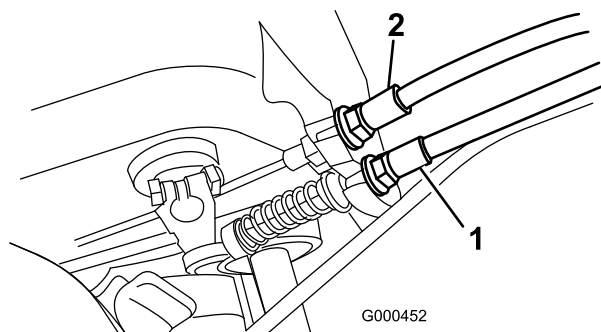

Figure 45
2. Pour accroître la tension du câble, desserrez l'écrou de blocage avant et serrez l'écrou de blocage arrière (Figure 45) jusqu'à ce qu'une force de 5,4 à 7,3 kg soit requise pour engager la transmission aux roues.